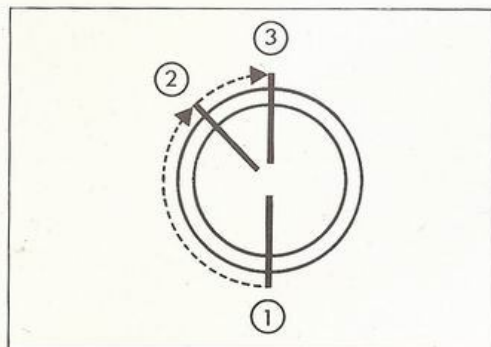

Fig. 12 - Blocco "Antifurto-Contatto-Avviamiento"
### Blocco antifurto e avviamento (Fig. 12)
**Avviamento (Fig. 12 e 13)**